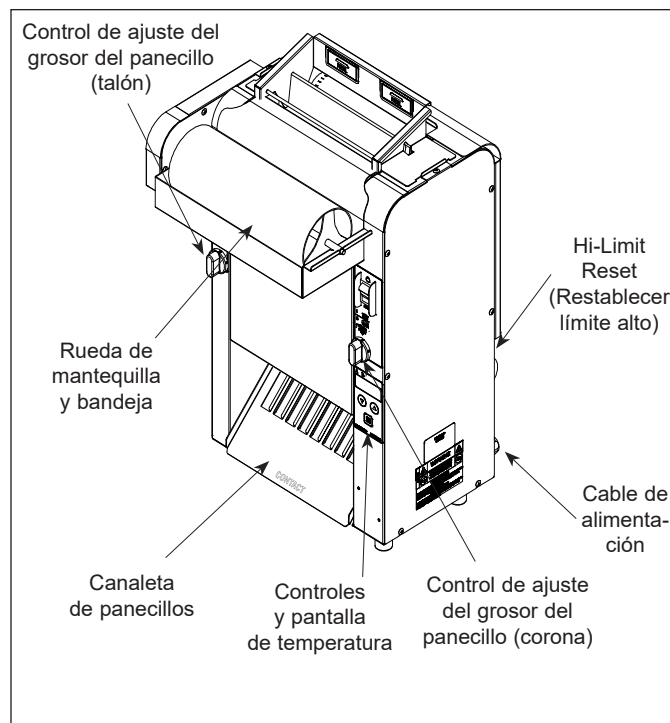

Figura 3. Tostadora VCTM-2
1. Ajuste los controles de regulación del espesor del panecillo (Figura 3).
NOTA: La pantalla (Figura 3) parpadea "LO" durante el calentamiento. Aparece "USE" cuando la tostadora está lista para usar.
6. Los panecillos tostados caen sobre la canaleta de panecillos (Figura 3).
Un control de límite alto apaga la energía eléctrica de la unidad si se sobrecalienta. Para restablecer el control, deje que la unidad se enfríe y localice el botón Reset [Reinicio] en la parte posterior de la unidad. Retire la tapa protectora negra, presione el botón Reset [Reinicio] y vuelva a colocar la tapa protectora (Figura 3).